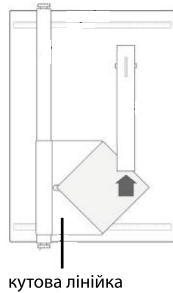

Рисунок 9. Схема використання кутової лінійки.
4. Увімкнути виріб та, використовуючи кутову лінійку (рис. 9) з комплекту або нахил робочого столу, виконуючи вимоги безпеки розділу 4 цієї інструкції, виконати поставлене завдання.